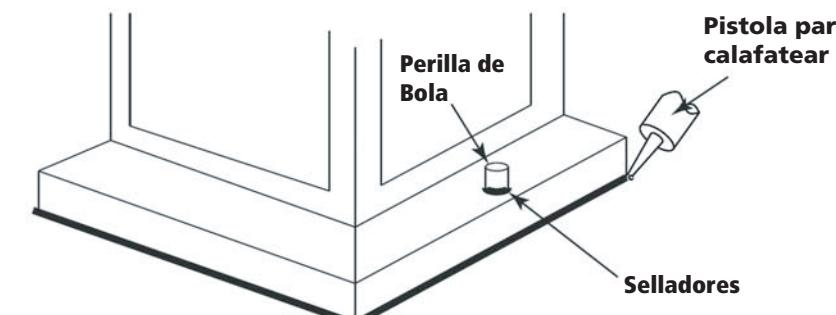

Figura 2
- Conecte el cable de alimentación positiva (A) (normalmente negro el lado no marcado suave del cable de dos conductores) de plomo accesorio positivo (B) con un giro de tamaño appropiately conector – **Véase la Figura 2 y 3.**
- Conecte el cable de alimentación negativa (C) (por lo general de color blanco o el lado marcado estriado del cable de dos conductores) de plomo accesorio negativo (D).
Loop alambre de tierra (E) (generalmente de cobre o verde recubierto de plástico) debajo de la cabeza del tornillo de tierra (S) en la brida de montaje accesorio (M) y conectar con el extremo suelto del cable de tierra luminaria directamente al cable de tierra del sistema de construcción con un tamaño adecuado twist-connectores – **Véase la Figura 2.**
Después asegurar fijo en su lugar, se recomienda que la distancia entre la parte superior y la base de montaje del accesorio se sellará con cualquier buen masilla impermeable de calidad o sellador de silicona (no incluido). También se recomienda que una pequeña capa de madilla o sellador de ser sometidos a los mandos de bolas utilizadas para montar accesorio – Véase la Figura 2.